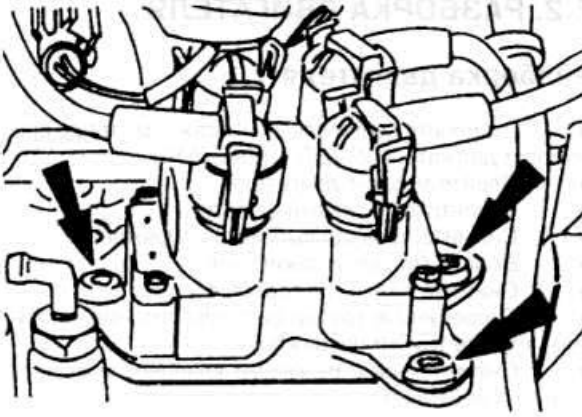

Рис. 2.15
- ♦ Отвинтите от блока катушку зажигания DIS (рис. 2.15).